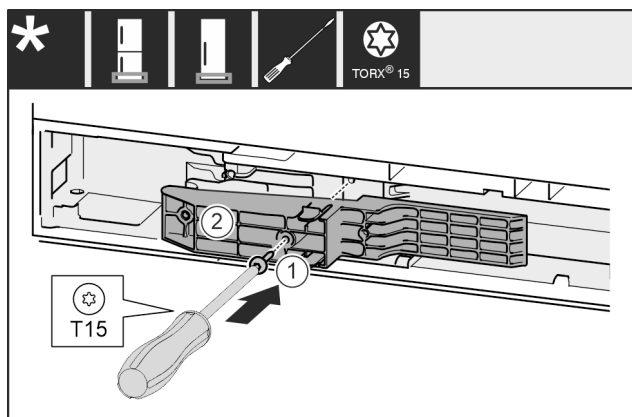

Fig. 66 *
- ▶ Helyezze be az illesztődarabot Fig. 66 (1) a mélyedésbe a fogantyú felőli oldalon.*
- ▶ Húzza meg a csavart Fig. 66 (2) csavarhúzóval.*